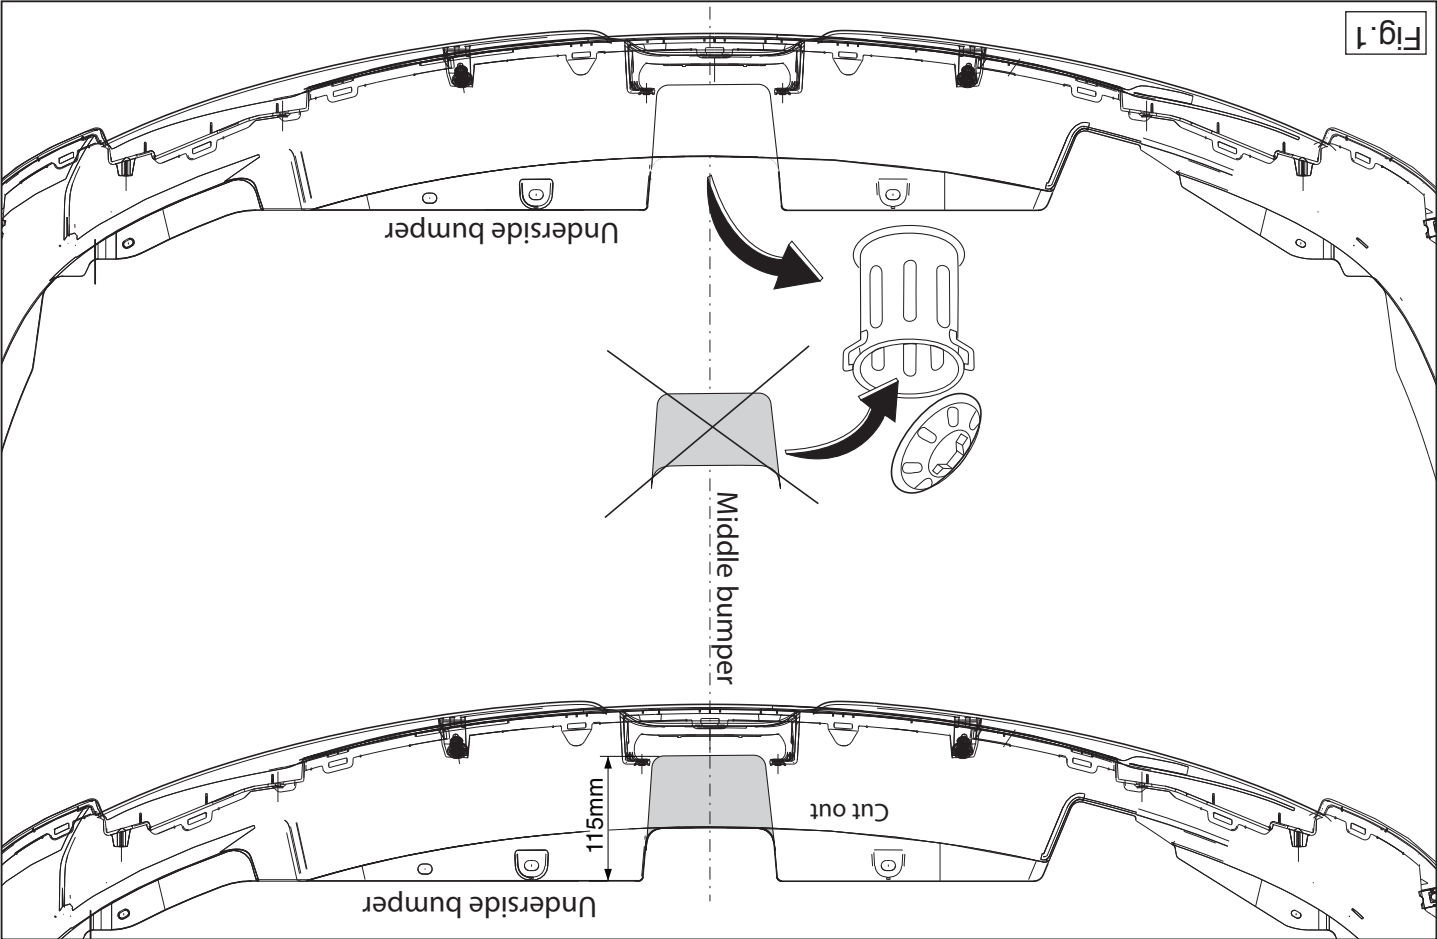

Fig.1
6. Saw out the indicated section in accordance with figure 1.
6. Gemäß Abb. 1 das angegebene Teil ausschneiden.
6. Выпилить обозначенную часть, как указано на рис.1.
6. Scier la partie indiquée conformément à la figure 1.